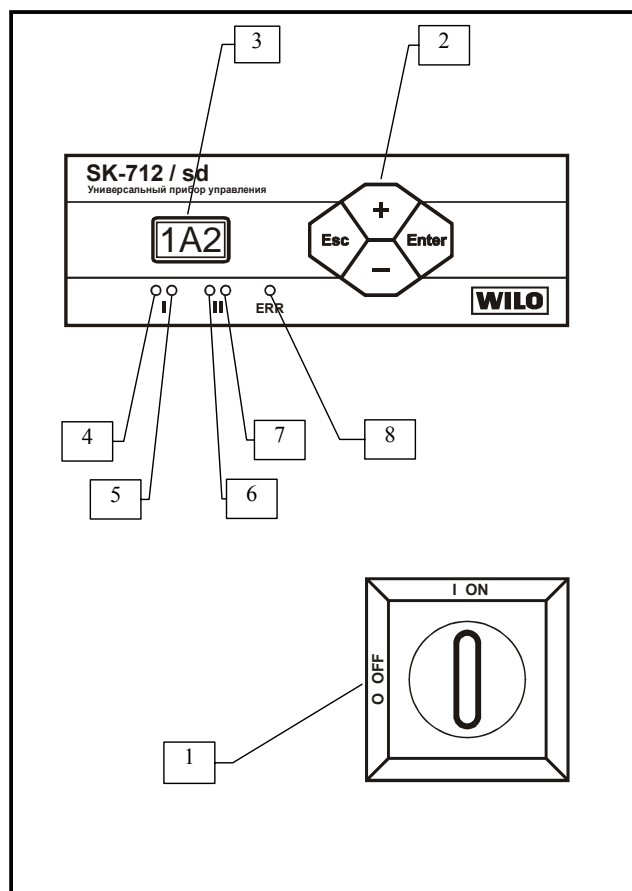

Рис. 1 Внешний вид прибора
5.1 Внешний вид прибора (рис. 1)